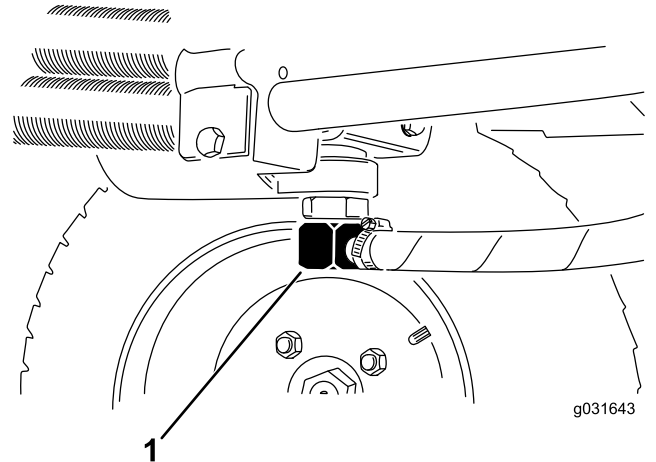
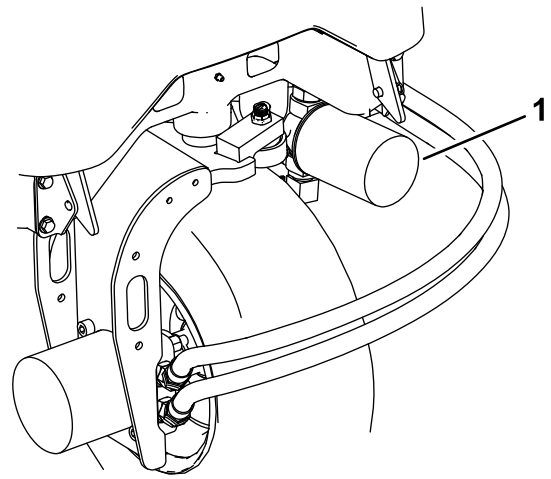

Bild 65
Bild 67
2. Klemmen Sie die Hydraulikölleitung ab oder entfernen den Hydraulikölfilter und lassen das Hydrauliköl in ein Auffanggefäß ablaufen (Bild 67 und Bild 65).
3. Montieren Sie die Hydraulikölleitung, wenn kein Öl mehr ausströmt (Bild 65).
3. Reinigen Sie den Anbaubereich des Filters, stellen Sie eine Auffangwanne unter den Filter und entfernen den Filter (Bild 67).